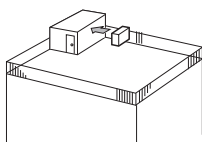

Fig. 2-4
① Okrenite odvod vazduha ka najbližem dostupnom zidu na udaljenosti od oko 35 cm od zida. (Fig. 2-4)